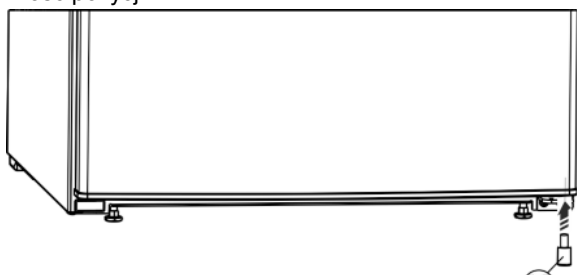

Fig. 8
- ▶ Element dystansowy Fig. 8 (13) włożyć ponownie do drzwi na dole po prawej stronie, ponieważ jest on istotny dla zachowania stabilności urządzenia.